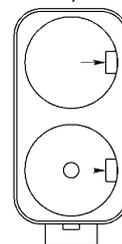

Рисунок 3. Батарейный отсек
3.4.2. Новые элементы питания (2 шт.) типоразмера D необходимо установить в отсек батарейный 13 (см. рис. 9), в соответствии с полярностью, указанной на внутренней стороне крышки отсека. Для открытия крышки батарейного отсека необходимо повернуть ручку крышки в положение «ON». Для выемки разряженных элементов питания необходимо отогнуть удерживающие прижимы (показано стрелками на рис.3).